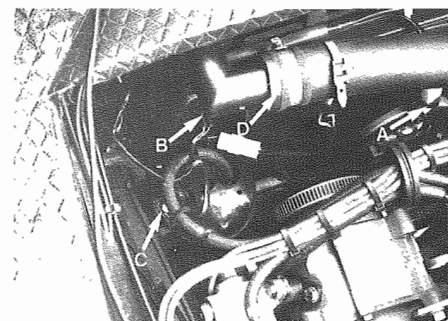

Fig. 8 - A - Elettroventole
- Smontare il serbatoio del vuoto C (Fig. 8) (solo vetture USA).
Elettroventole A (Fig. 8);
Rivelatore termometrico B (Fig. 8).
- Smontare il tubo mandata acqua D (Fig. 8).
- Disassembly vacuum tank C (Fig. 8) (only for USA cars).
Electrofans A (Fig. 8);
Thermometric detector B (Fig. 8).
- Remove water supply tube D (Fig. 8).